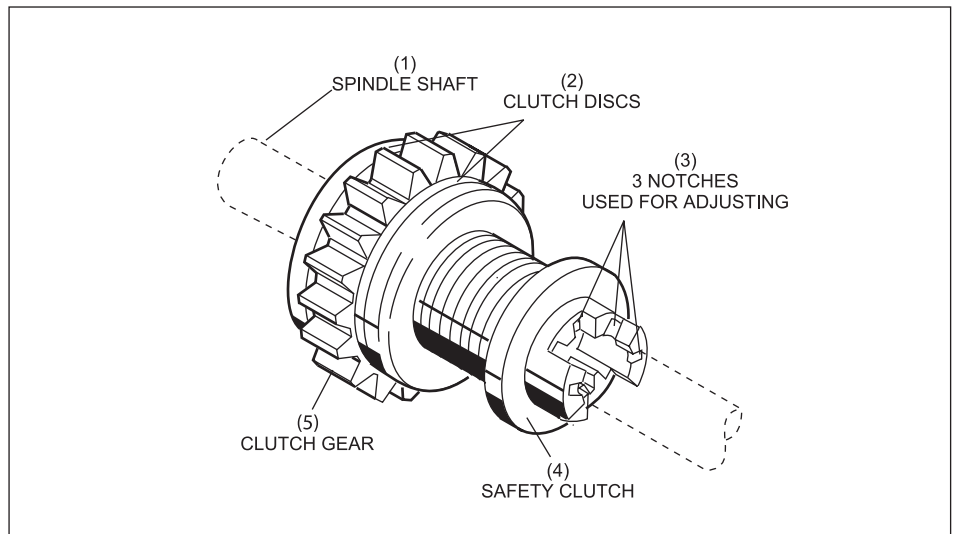

Abbildung 8-10. Zusammenbauen der Kupplung
6. Reinigen Sie alle Komponenten mit einem Reinigungsmittel auf Wasserbasis und einem trockenen Tuch. Beim Wiederzusammenbau der Kupplung die glänzenden Seiten der beiden Kupplungsscheiben so positionieren, dass Sie das Kupplungszahnrad berühren. Siehe *Abbildung 8-10*.